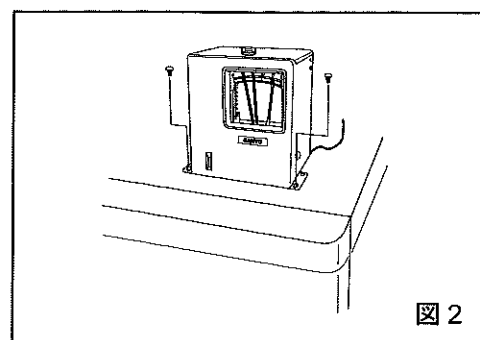

図2
- 2. 庫内灯カバーの両側をつかみ、たわませながら庫内灯カバーを奥に引くと外れます。(図 2)
2. フレーム天面右側に付いている取付けネジを用いて、記録計をフレーム天面に固定します。(図2)